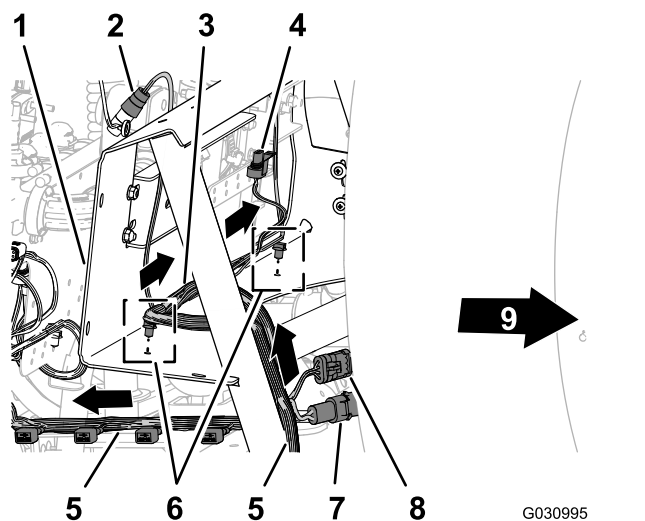

Figura 125
- Enrute la rama de 203 cm del arnés de cables por dentro del tirante del soporte de las válvulas y hacia atrás, hacia el soporte de las 10 válvulas, según se muestra en Figura 125.
- Enrute la rama de 81 cm del arnés de cables del caudalímetro y la válvula de agitación por delante del soporte del distribuidor (Figura 125).
- Introduzca los tacos con brida de la rama de 81 cm del arnés de cables en los orificios de la pestaña inferior del soporte del distribuidor (Figura 125).